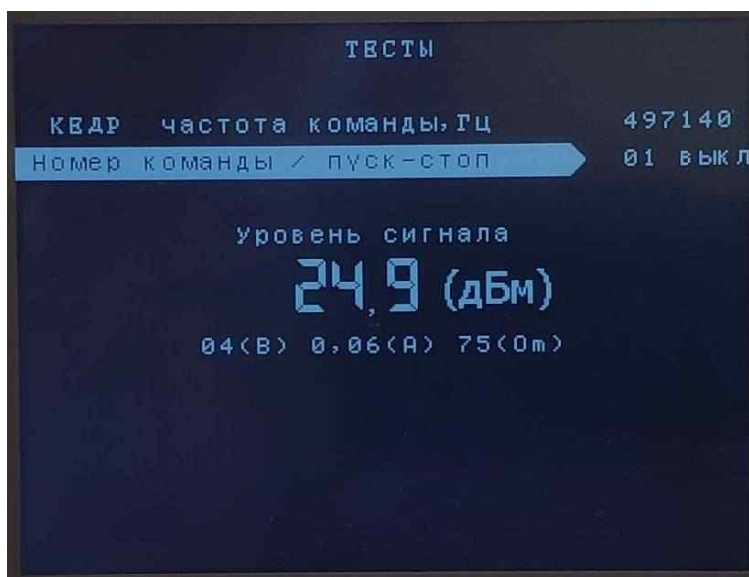

Рисунок 24 – Підрозділ «Формування команд в трив. режимі»
3.3. «Формування команд в тривалому режимі» - підрозділ призначений для тестового формування тривалих аварійних команд, а також виводу рівня сигналу на виході (див. рисунок 24).